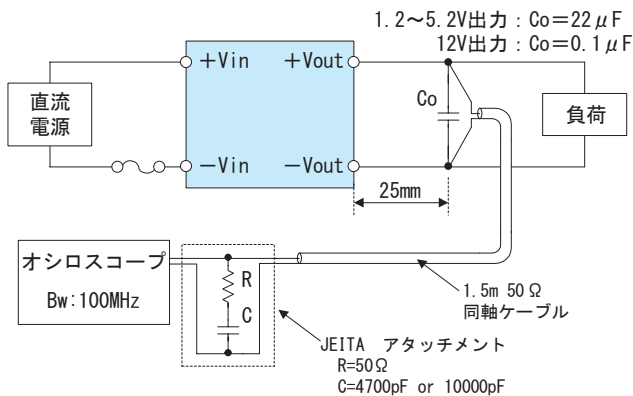

図2.5 出力リップル・リップルノイズ測定方法
■出力リップル・リップルノイズは、図2.5に示した方法で測定した値です。